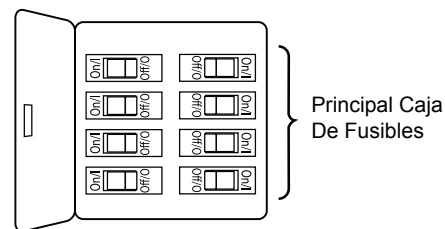

Figura 1
### Uso de perfil bajo (Figura 1)
Para evitar una posible descarga eléctrica, asegúrese de cortar la alimentación eléctrica de la caja de fusibles principal antes de colgar el ventilador. (Figura 1)
**1.** Para configurar el código de unidad del receptor. Deslice los interruptores de código a las mismas posiciones que en el transmisor. (Figura 1)